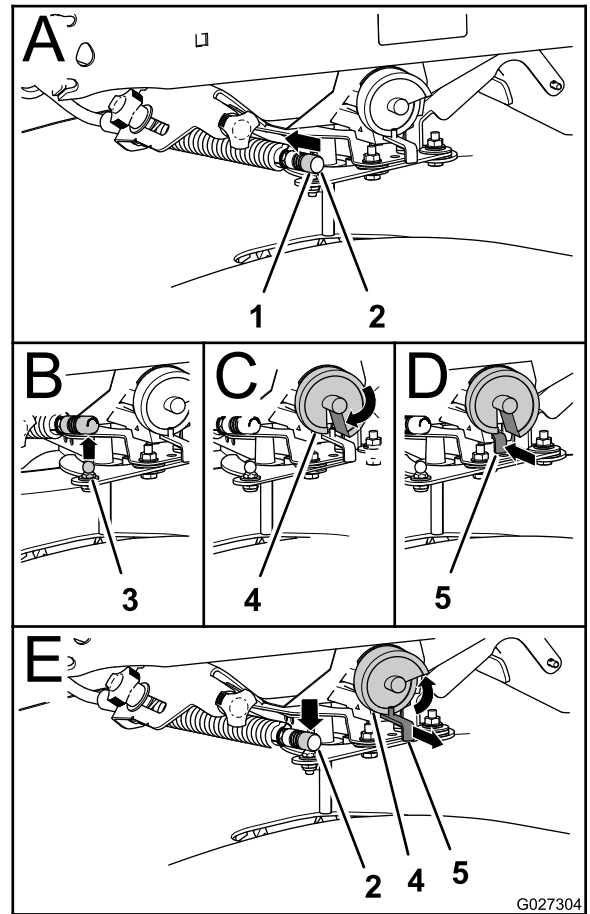

Figura 29
- A. Empuje el anillo de bloqueo del cable de la compuerta hacia atrás y levante el cable de la bola de la varilla de la compuerta de dosificación (Figura 29).
- A. Tire de la varilla hacia fuera hasta que se desenganche de la leva del dosificador (Figura 29).
- C. Conexión del cable a la bola del espárrago en la palanca de la compuerta (Figura 29).